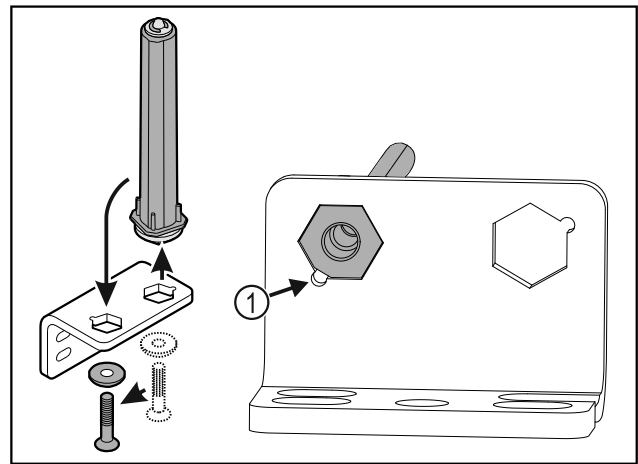

Fig. 26
- Darauf achten, dass beim Einsetzen die Bolzenabschrägung Fig. 26 (1) zum runden Loch zeigt.